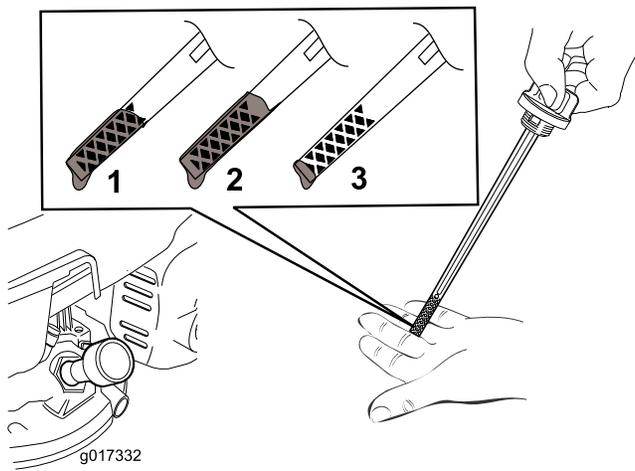

Рисунок 12
5. Для того, чтобы правильно определить уровень масла на масломерном щупе, см. Рисунок 12.
**Примечание:** Заливайте масло в картер двигателя до достижения требуемого уровня по масломерному щупу, как показано на Рисунок 12. В случае перелива слейте некоторое количество масла из двигателя, как описано в Замена масла в двигателе \(страница 18\).